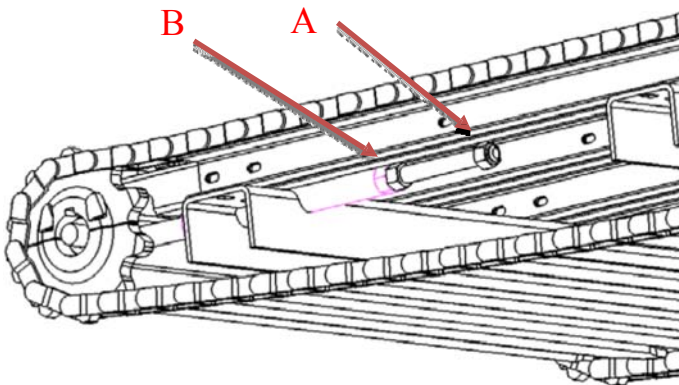

Рис. 7-2: Вид цепи транспортера с регулировочными стержнями в разрезе
1. Под рамой транспортера возле торца имеется система натяжения, состоящая из двух регулировочных стержней толщиной  $\frac{3}{4}$  дюйма (А) (рис. 7-2). Вначале ослабьте шестигранные гайки (В).